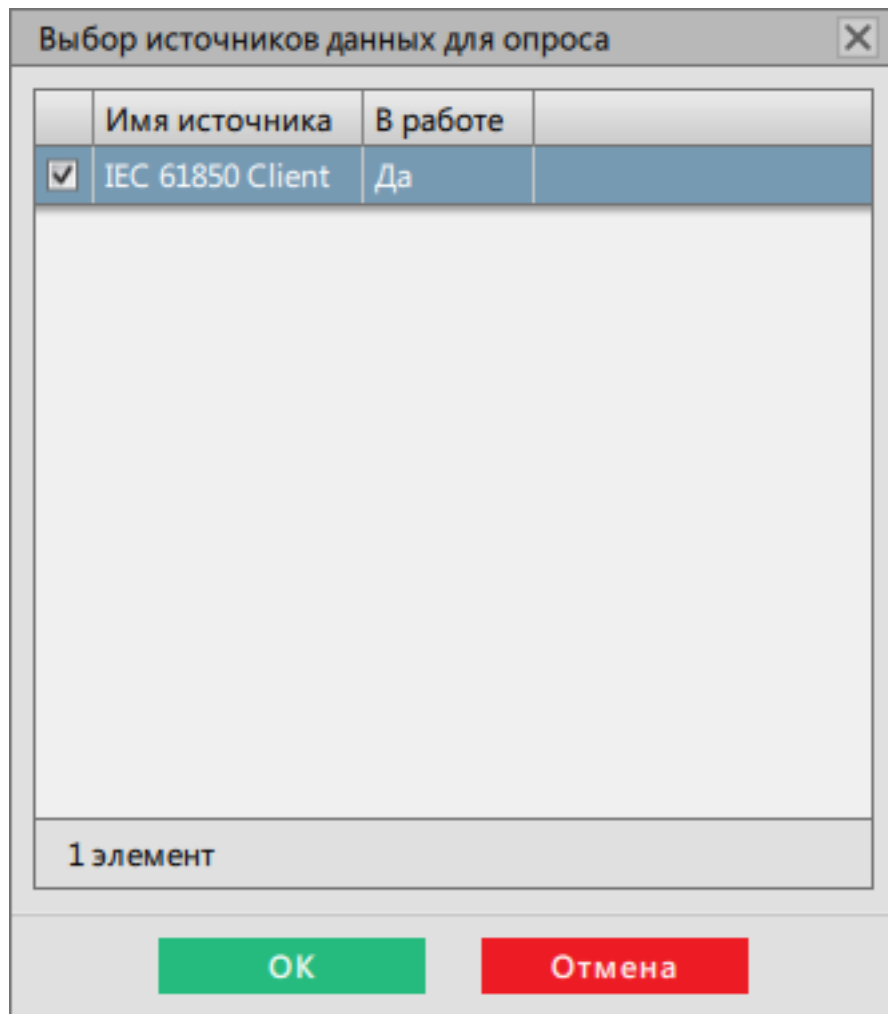

Рисунок 209 - Выбор источников данных для опроса
16. Выберите источник данных для опроса из п.3 и нажмите **ОК** (Рисунок 209).